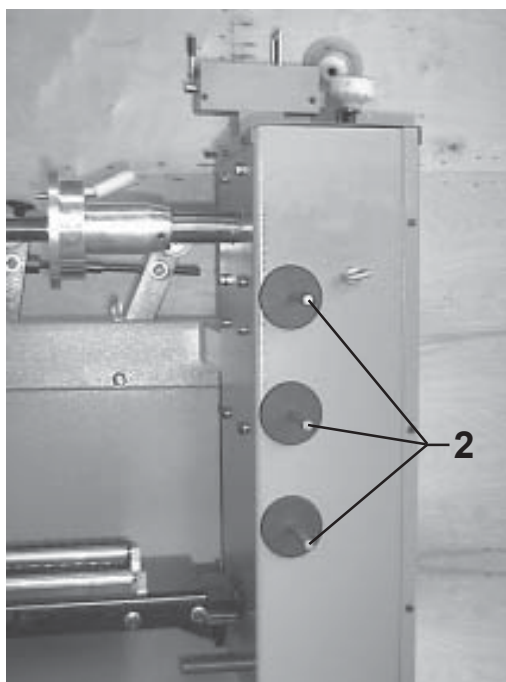

Fig. 3.1.3
H. Die beiden Zubehörhalter auf der rechten Seite der Reifenwechselmaschine montieren (2 Abb.3.1.3). Mit einem Schraubendreher bis zum Anschlag anziehen.
- H. Screw the three accessories supports onto the right-hand side of the tire changer (2 Fig.3.1.3). Fully tighten with the aid of a screwdriver.
- H. Visser les trois supports pour accessoires sur le côté droit du démonte-pneus (2 Fig.3.1.3). Visser à fond à l'aide d'un tournevis.